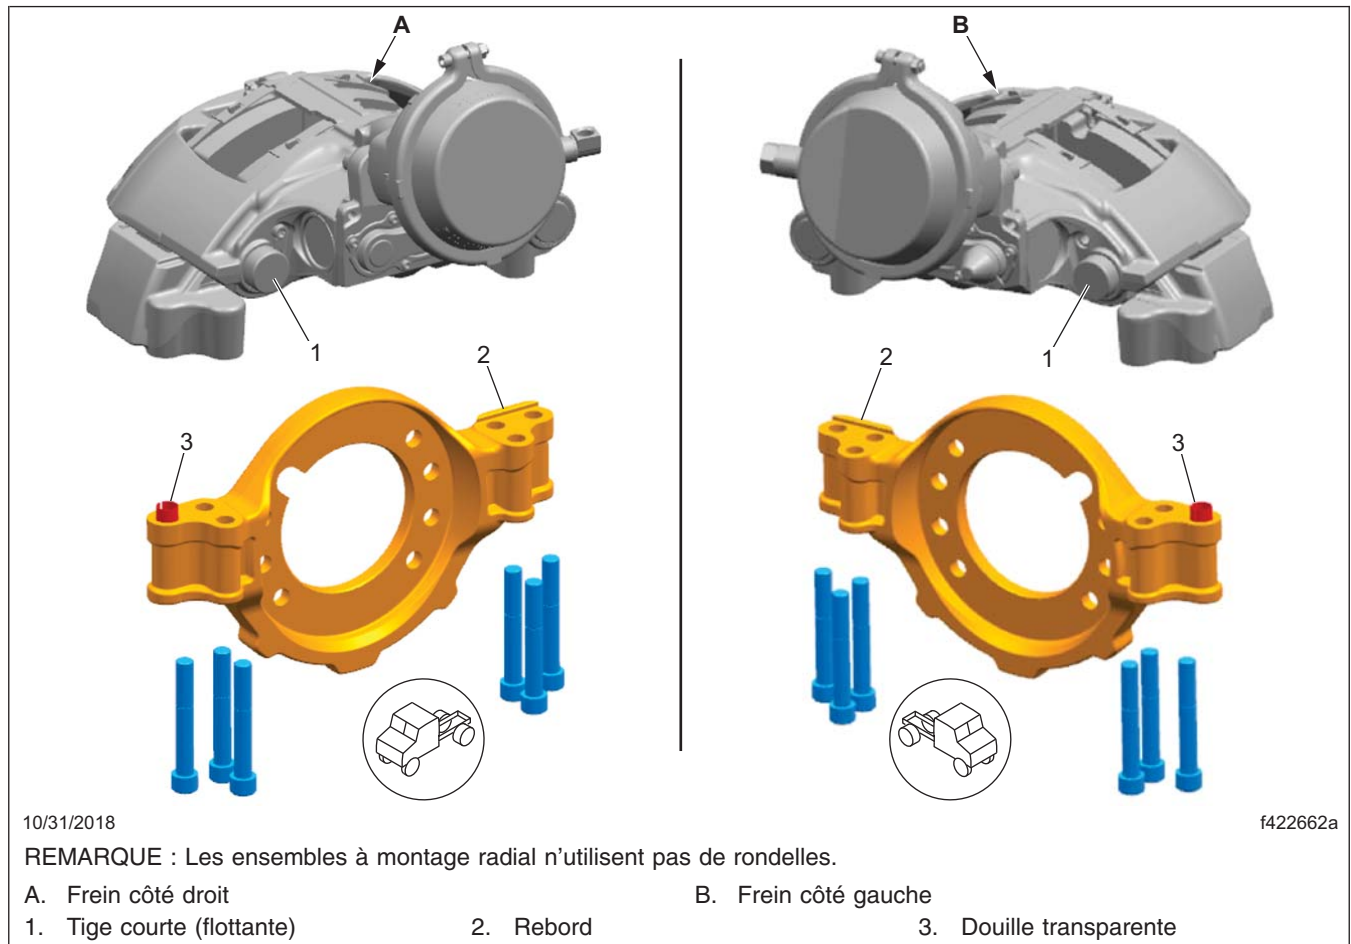

Fig. 4, Étrier Bendix à montage radial
9. Alignez chaque ensemble étrier/support avec le rotor en repoussant le côté à tige fixe de l'étrier contre le rebord de la plaque de couple, puis installez l'ensemble étrier/support en utilisant les boulons de fixation de l'étrier neufs. Reportez-vous à la figure 4.